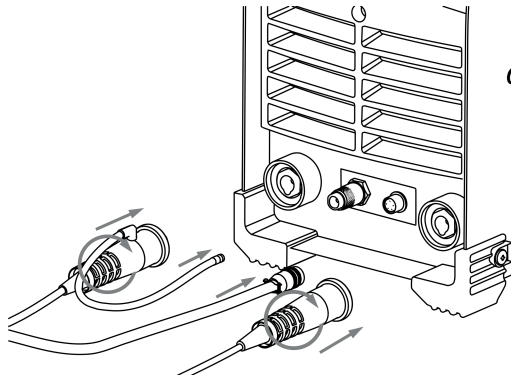

Рис. 8.4. Подключение.
3. Подключайте сварочные принадлежности для TIG сварки в следующем порядке (см. рис. 8.4).